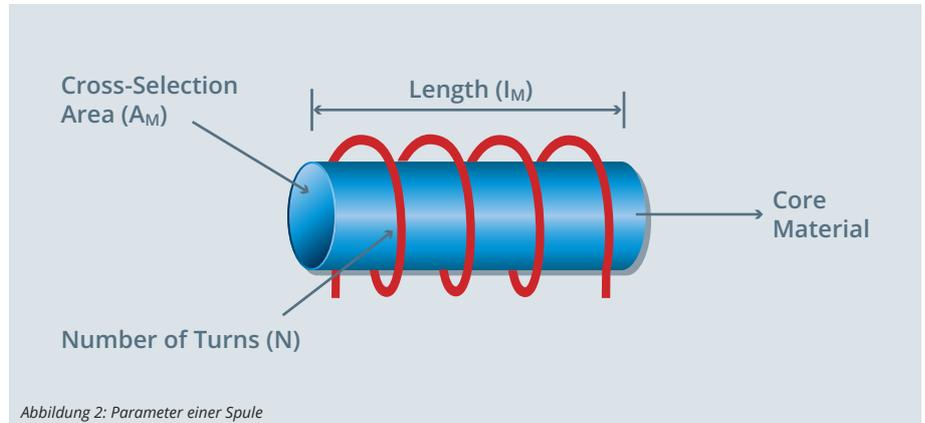

Abbildung 2: Parameter einer Spule
für den Kern zum Einsatz kommen. Mehrere Faktoren wie etwa die Anzahl der Drahtwindungen, die Kerngeometrie und die Permeabilität beeinflussen die Induktivität. Abbildung 2 zeigt die wichtigsten Spulenparameter. Tabelle 1 zeigt alle notwendigen Parameter zur Berechnung der Induktivität (L).